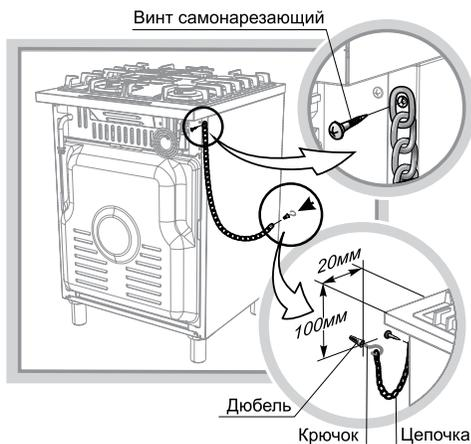

Рис. 18
Разметку для монтажа предохранительной цепочки в плитах 6702 смотрите рис.18.
- Установите плиту на рабочее место и произведите разметку отверстия под дюбель согласно рис.18.